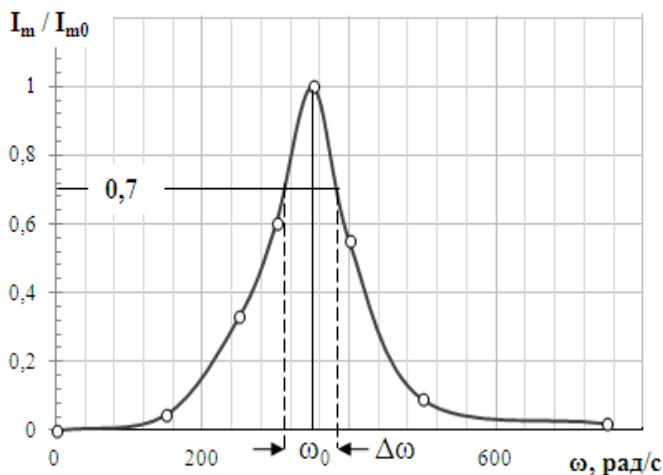

Рис. 4
$\frac{I_m}{I_{m0}}(\omega)$  (рис.4). Из этого графика можно определить
11. На уровне 0,7 графика определить полосу пропускания  $\Delta\omega$  колебательного контура (рис.4), а по формуле (13) вычислить добротность контура  $Q$ .